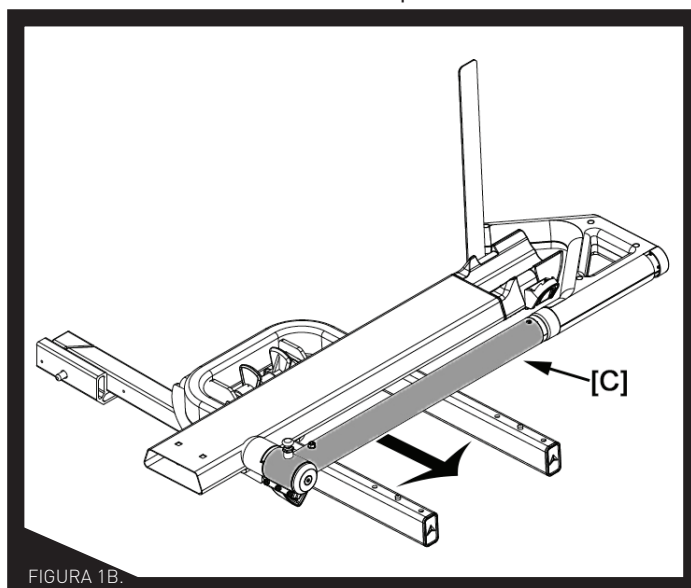

FIGURA 1B.
**¡IMPORTANTE!** Como se muestra en la Figura 1B, el soporte para bicicletas debe instalarse con el brazo de sujeción [C] hacia el extremo abierto del soporte en U